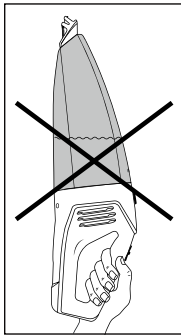

Abb. 3
- Wenn Sie das Gerät waagrecht oder mit der Nasssaugdüse ❶ nach oben weisend tragen, kann es passieren, dass Flüssigkeit austritt (siehe Abb. 3 und 4):